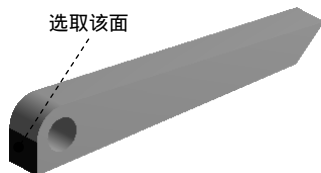

图 7.6.66 定义目标面
(3) 定义目标面。单击以激活 **Target** 后的文本框，选取图 7.6.66 所示的模型表面为目标面，单击 **Apply** 按钮。
(4) 定义接触类型。在 **Definition** 区域的 **Type** 下拉列表中选择 **Frictional** 选项。
(5) 定义摩擦参数。在 **Definition** 区域的 **Friction Coefficient** 文本框中输入数值 0.2，其他参数采用系统默认设置。